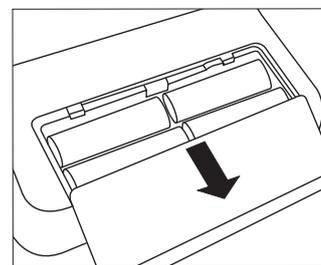

Fig. 1
- Abra la tapa del compartimento de las pilas situado en la parte inferior del aparato (véase fig. 1). Introduzca las pilas (véase el capítulo 13 Datos técnicos). Compruebe que se introducen con la polaridad correcta (“+” y “-”). Cierre el compartimento de las pilas. 12 h o 24 h parpadean en la pantalla. Ajuste ahora la fecha y la hora como se describe abajo.